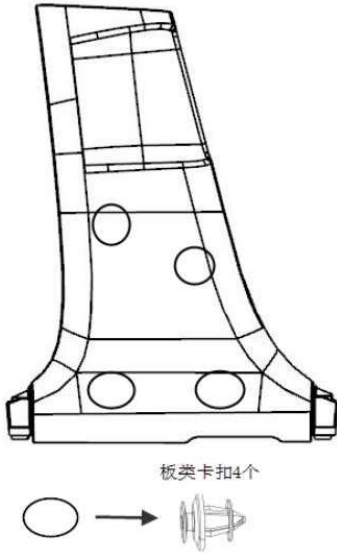

图 9-4-1 B 柱下护板拆卸示意图
- (2)
- 如图 9-4-1，将 B 柱下护板向车内侧用力，